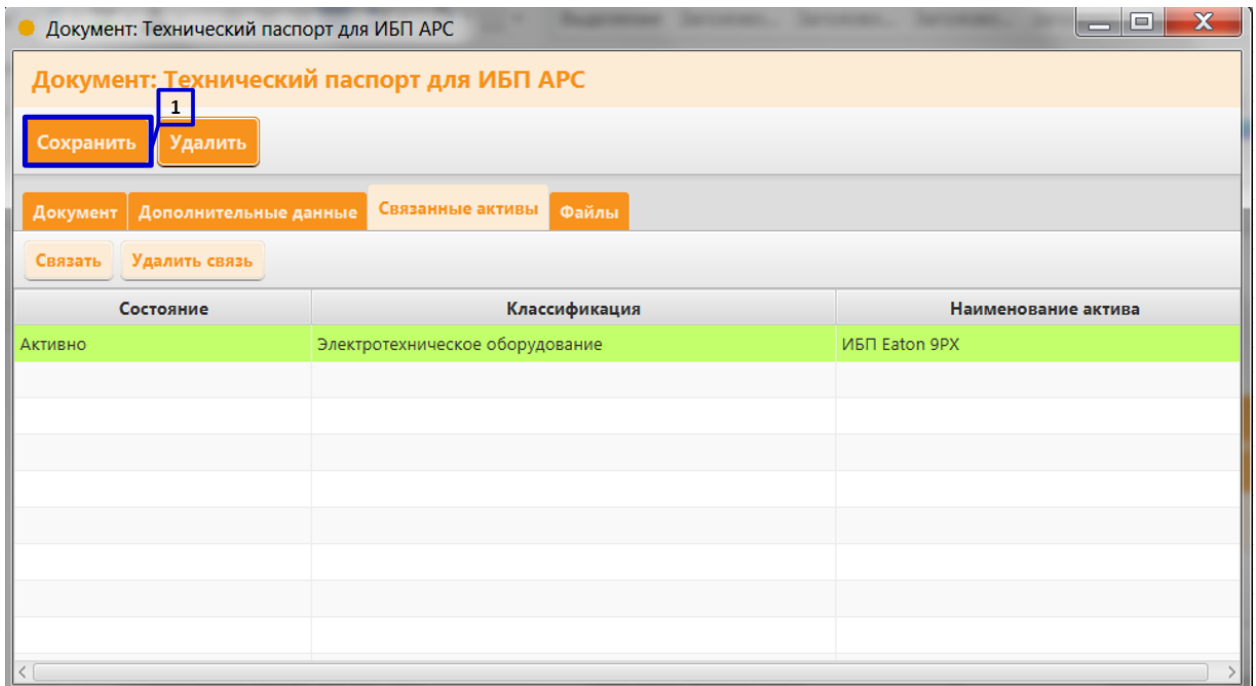

Рисунок 56. Установление связи между документом и активом вкладки «Связанные активы» (Часть 3)
19. Сохраните внесенные данные, нажав на клавишу «Сохранить» (Рисунок 56 пункт 1);